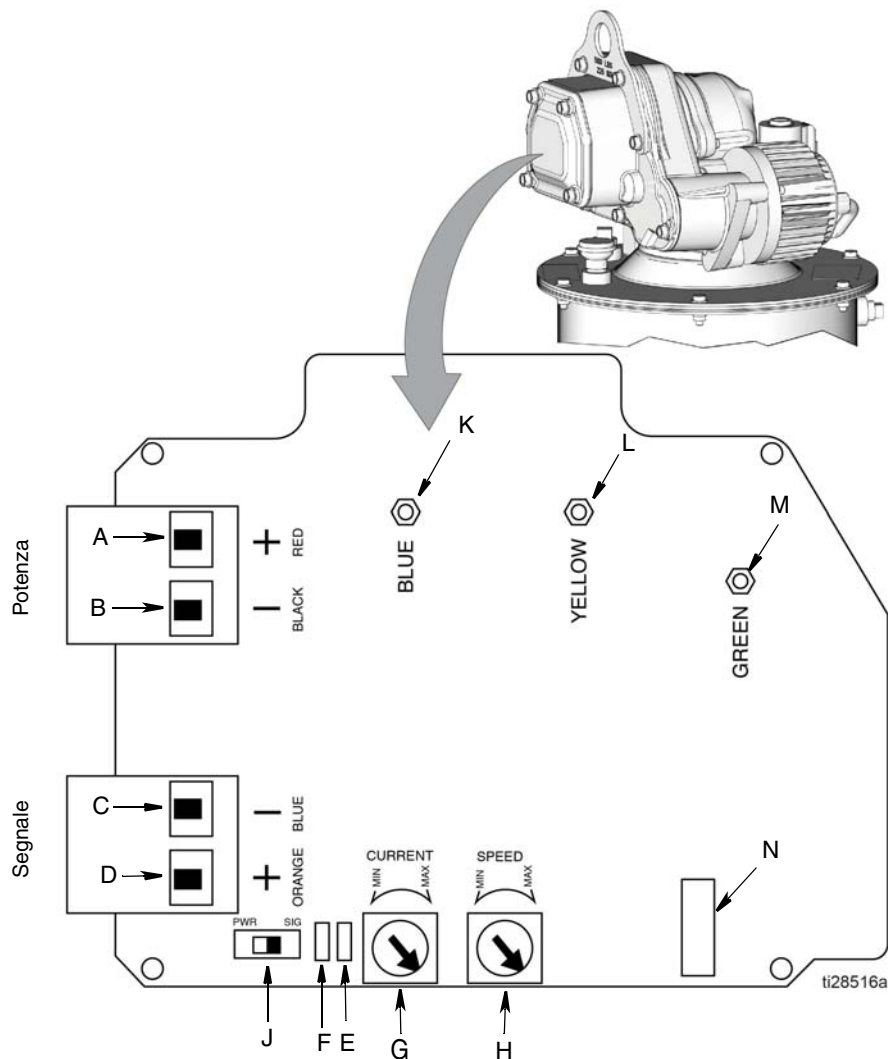

FIG. 8
- Quando l'interruttore di controllo della pompa (J, FIG. 8 pagina 10) è impostato sulla modalità segnale, il motore/la pompa funzionano quando si applica tensione ai connettori di segnale e potenza.
- Quando l'interruttore di controllo della pompa (J, FIG. 8 pagina 10) è impostato sulla modalità potenza, il motore/la pompa funzionano quando si applica tensione ai connettori di potenza. I connettori "segnale" non richiedono tensione.